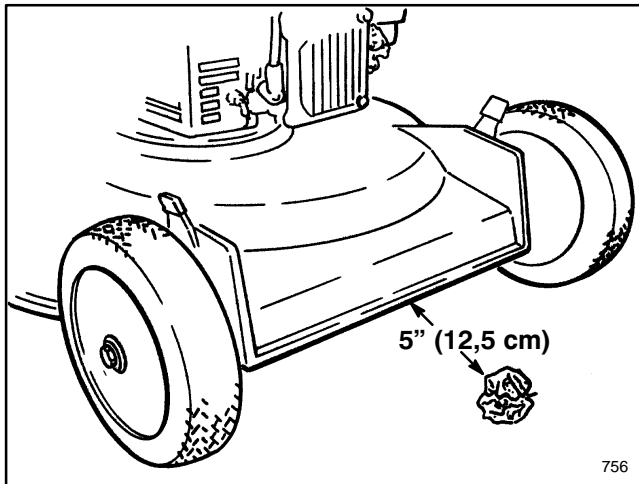

Abbildung 15
4. Eine halbe Seite Zeitungspapier nehmen und so klein knütteln, bis der Knüttel unter das Mäherchassis passt (ungefähr 7,5 cm) (Abb. 15).
5. Den Knüttel Zeitungspapier ca. 12 cm vor den Mäher legen (Abb. 15).